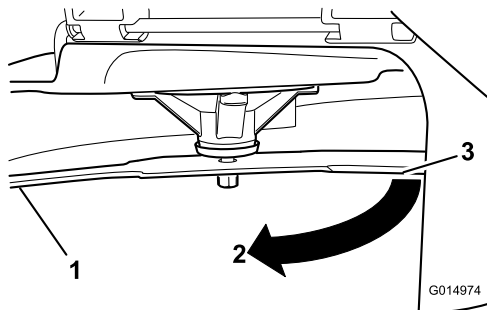

Figura 73
3. Seconda distanza misurata tra la lama e la superficie (B)
4. Ruotate la stessa lama di 180 gradi in modo che il tagliente opposto si trovi ora nella stessa posizione (**Figura 73**).